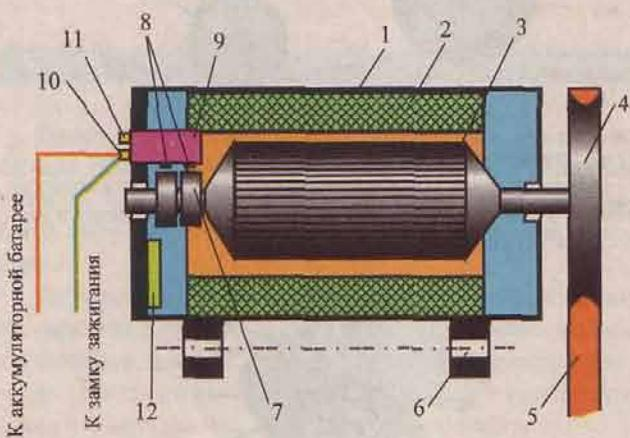

Рис. 58 Генератор
**Генератор** (рис. 58) предназначен для питания электрическим током всех потребителей и для подзарядки аккумуляторной батареи, при работе двигателя